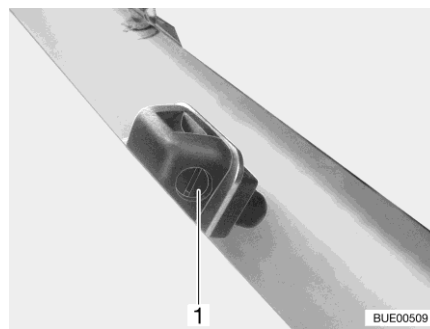

Fig. 53 Ugelli lavavetro (variante 2)
- Servendosi di un cacciavite appropriato, girare la vite di regolazione (Fig. 53,1) fino a raggiungere la posizione desiderata.